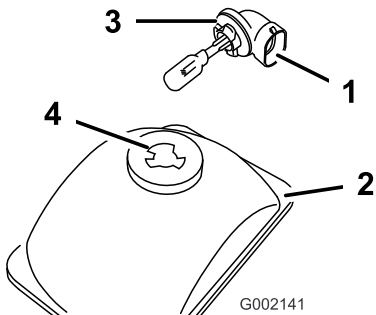

Figura 39
3. Agendo sotto il cruscotto, ruotate il portalamпада di 1/4 di giro in senso antiorario (Figura 39).
8. Agendo sotto il cruscotto, allineate le tre linguette del portalamпада con le scanalature nel riflettore (Figura 39).